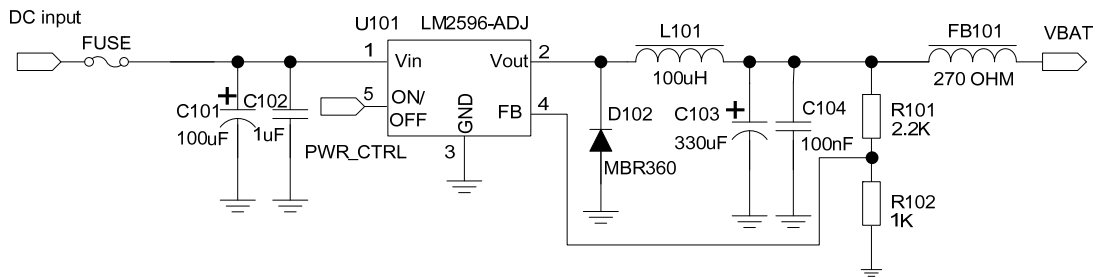

图 7: DC-DC 参考电路
如果输入 (DC) 和输出 (VBAT) 的压差很大，建议采用 DC-DC。尤其是在当模块最大功率的情况下，DC-DC 效率优势明显。图 7 是 DC-DC 供电参考设计电路。